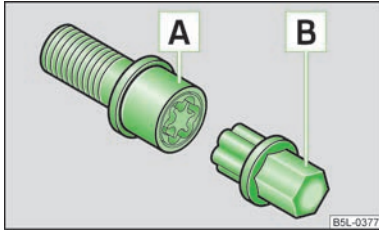

Abb. 136
- › Den Adapter **B** » **Abb. 136** mit seiner verzahnten Seite bis zum Anschlag so in die innere Verzahnung der Anti-Diebstahl-Radschraube **A** stecken, dass nur noch der äußere Sechskant herausragt.